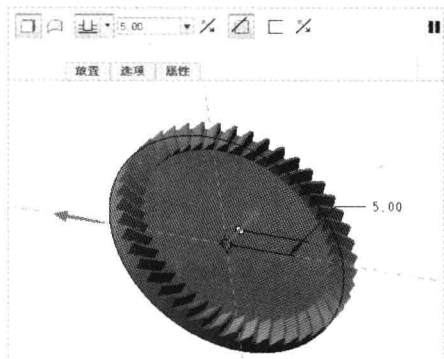

图 14-59 调整方向
Step 16 设置拉伸高度为 5，设置拉伸方向，单击“移除材料”按钮 ，并在绘图区调整方向，如图 14-59 所示。